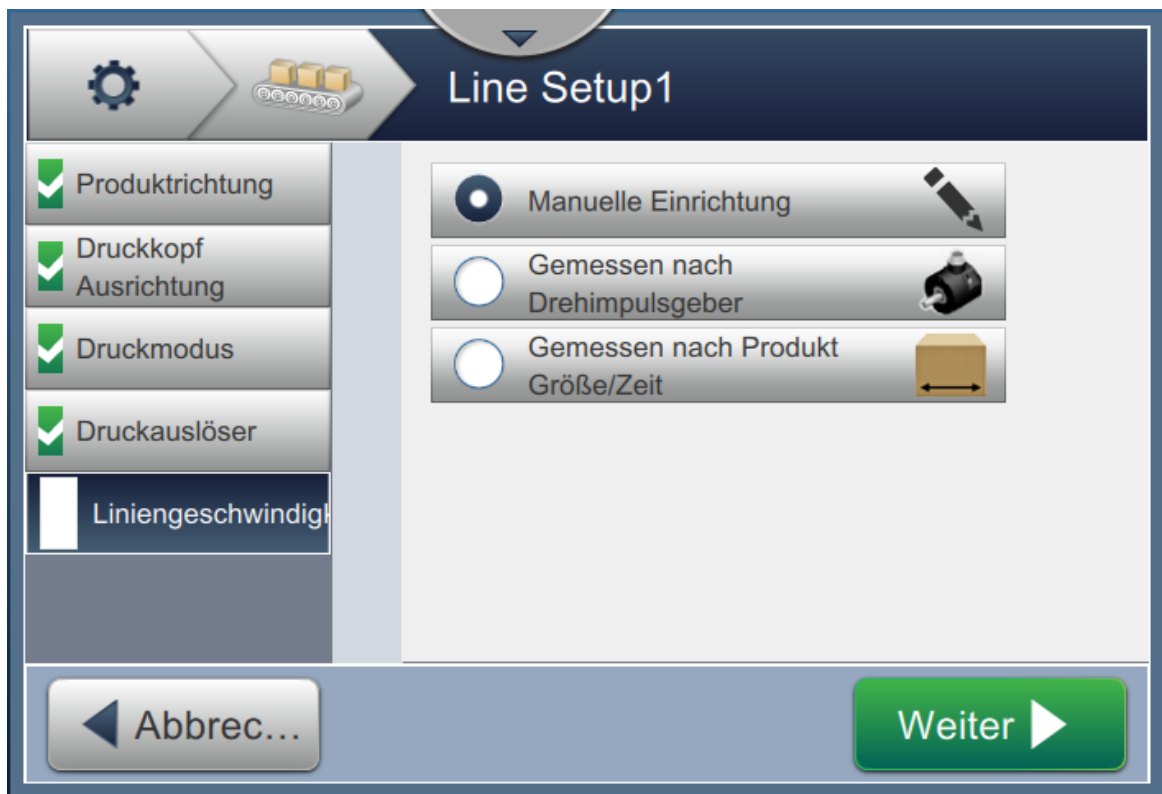

Abbildung 6-33: Linieneinrichtung – Liniengeschwindigkeit
1. Berühren Sie die Option *Liniengeschwindigkeit* im Bildschirm für die Einstellungen zur Linieneinrichtung, wählen Sie die gewünschte Liniengeschwindigkeit aus, wie dargestellt in Abbildung 6-33. Berühren Sie die  Schaltfläche, um die Liniengeschwindigkeit festzulegen.
1. Wählen Sie die Option *Feste Bandgeschwindigkeit*, wie dargestellt in Abbildung 6-33. Berühren Sie die  Schaltfläche, um die gewünschten Einstellungen einzugeben.
1. Wählen Sie die Option *Gemessen nach Drehimpulsgeber*, wie dargestellt in Abbildung 6-33.
1. Berühren Sie die Option *Gemessen nach Produktgröße/Zeit*, wie dargestellt in Abbildung 6-33. Berühren Sie die  Schaltfläche, um die gewünschten Einstellungen einzugeben.